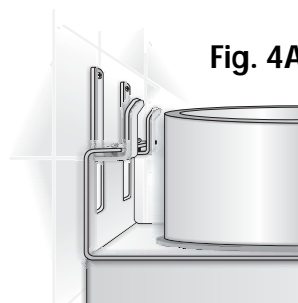

Fig. 4A
- Die Haube mit Hilfe der Schrauben ausrichten (Abb. 4A).
- Level the hood, working on the screws (Fig. 4A)
- Mettre la hotte à niveau en opérant sur les vis (Fig. 4A)
- Livellare la cappa agendo sulle viti (Fig. 4A)
- Hæng emhætten lige ved hjælp af skrueerne (Fig. 4A)
- Lijn de kap uit door middel van de schroeven (Fig. 4A)